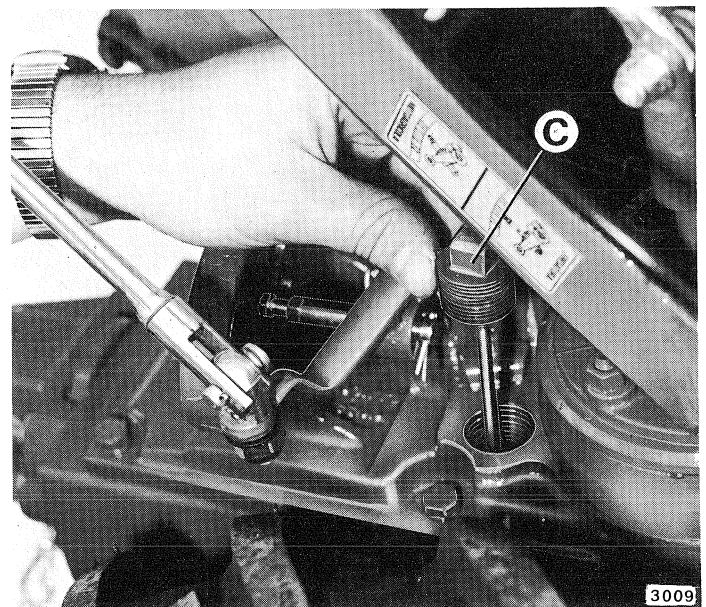

Fig. 123
Dopo il completo scarico dell'olio vecchio, introdurre nel foro d'immissione di fig. 123 nuovo olio ESSO GEAR OIL GX 85W-90 nella quantità di 3 Kg.
N.B. - Dopo l'immissione e anche periodicamente, controllare il livello dell'olio tramite il tappo **C** (fig. 123) munito di apposita asta. Questa operazione va eseguita tenendo la macchina perfettamente orizzontale.